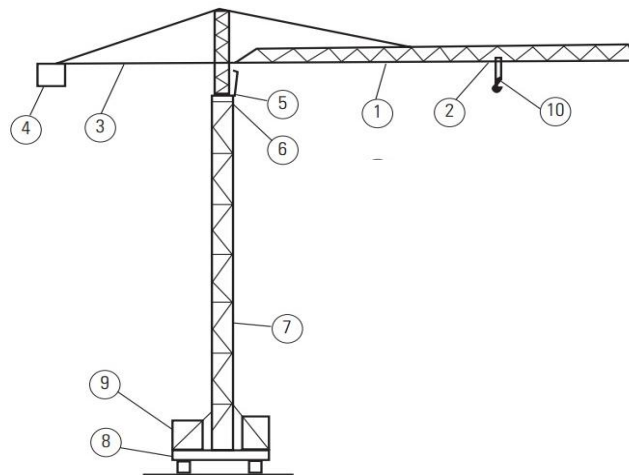

Figura 1
20. A la vista de la figura 1, en la que aparecen numerados los distintos elementos que componen una grúa torre, elija la afirmación correcta: